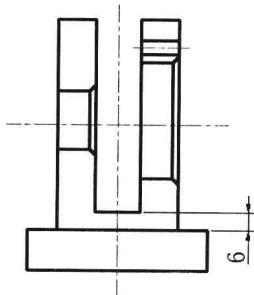

图 11-1-19
(21) 单击“偏移”按钮 偏 ，输入偏移距离“6”，按Enter键。单击矩形的上边线，在其上面单击，按Enter键。单击“修剪”按钮 修剪 ，修剪图形，如图 11-1-19 所示。